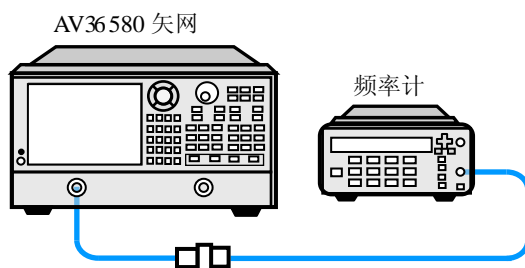

图 14-1 频率范围及频率准确度测试框图
- a) 如图 14-1 所示连接系统，预热 90 分钟以上。